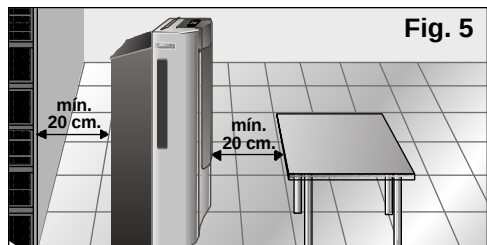

Fig. 5
- ☐ Voor de veiligheid is het nodig voordat u uw apparaat aansluit dat dit tenminste 20 cm van elke oppervlakte in de buurt verwijderd is, Fig. 5.